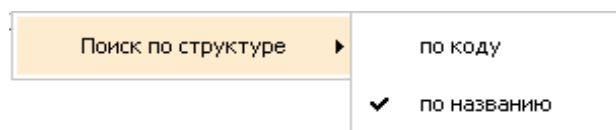

Рисунок 344
- 2) Из списка пункта **Поиск по структуре** выберите вид поиска **по коду** или/и **по названию** (рисунок 344).